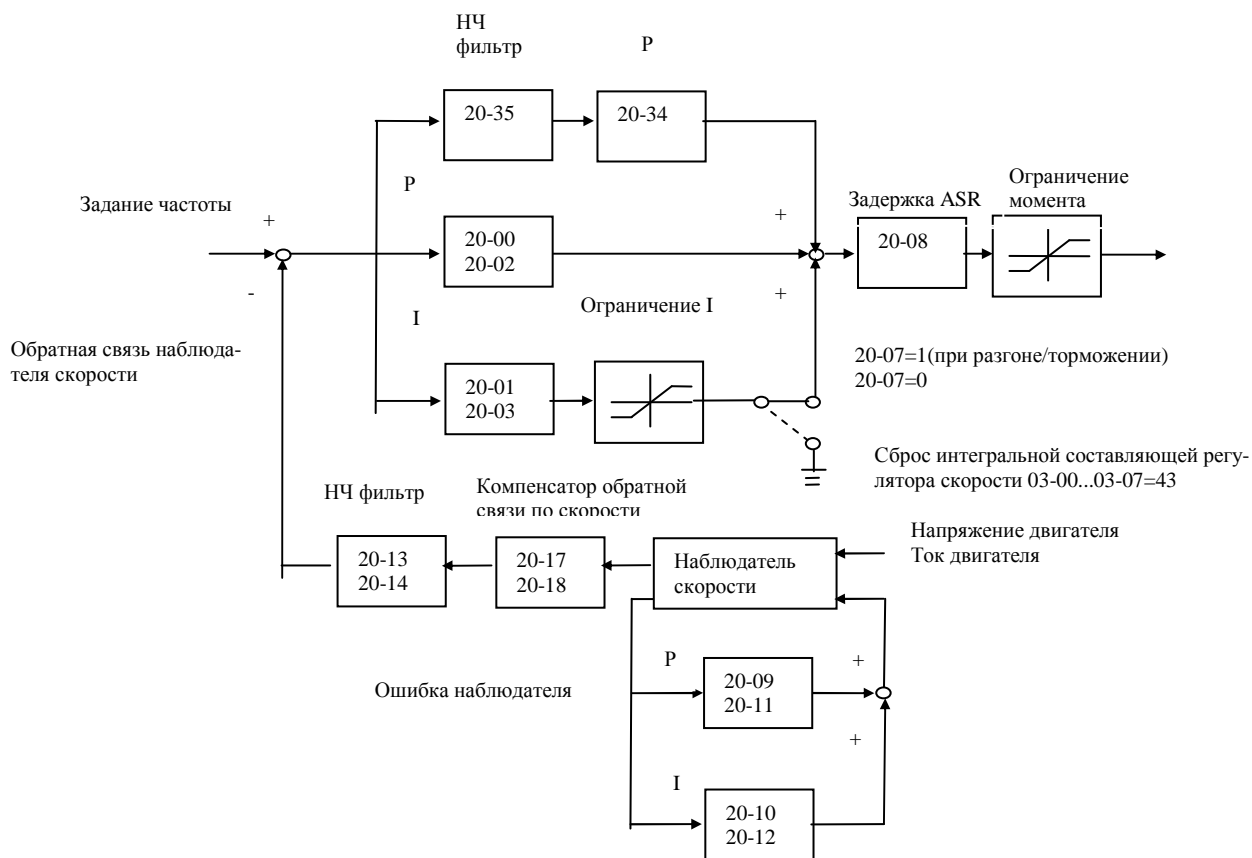

Рис.4.3.108 Блок схема регулятора скорости(режим SLV)
- В случае, если настройка параметров 20-00 ~ 20-03 и 20-13 ~ 20-14 не обеспечивают оптимального быстрого действия системы при достаточной устойчивости, потребуется настройка параметров 20-09 ~ 20-12 ПИ-регулятора блока контроля скорости (см.рис.4.3.108).